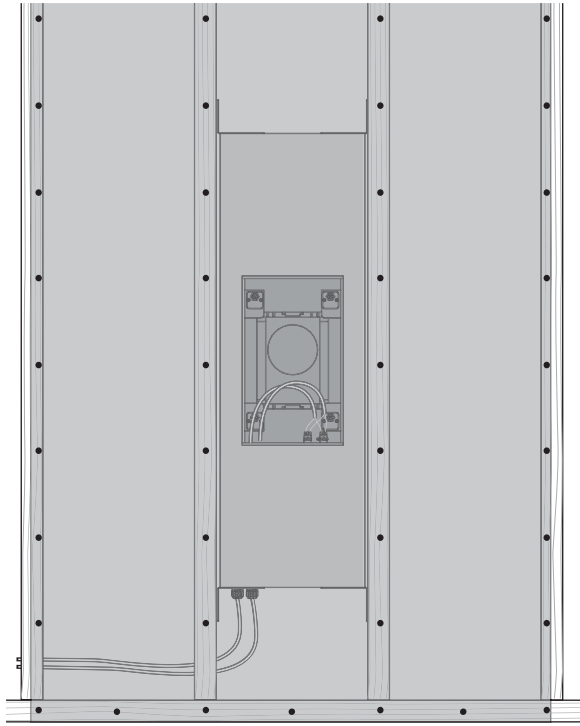

图 6. 干壁螺钉。
1. 在后罐位置周围安装石膏板最好使用单个大板, 垂直中心线位于后罐垂直中心线上方 (图6)。或者, 可以将盖子留在上面, 然后将石膏板安装在盖子周围的四个部分。